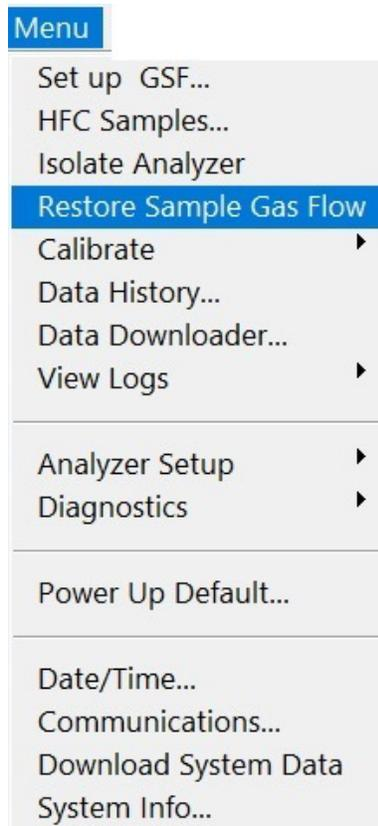
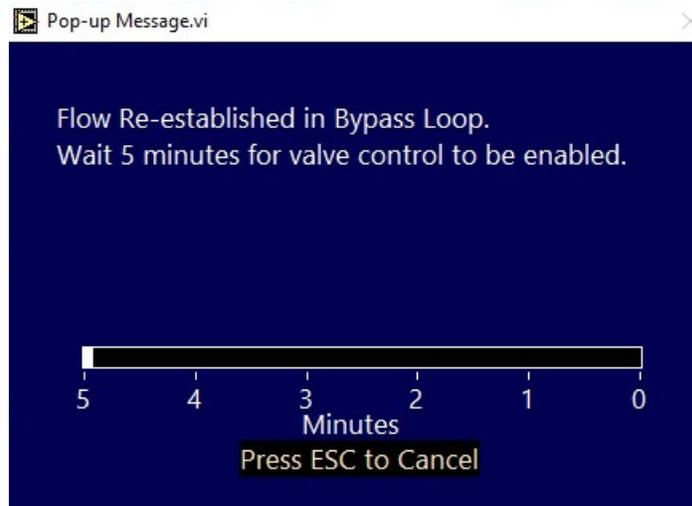

图 33: 启动气流
图 35: 重新建立流量延迟
11. 如果分析仪有选装阀，请按下菜单键并选择**图 33**中所示的“恢复样气流量”，由此形成样气流量。验证主屏幕是否显示流量。
1. 选择**恢复样气流量**，如图 33 中所示，恢复水分传感器的样品气体流量。随即会显示图 35 中所示的屏幕。